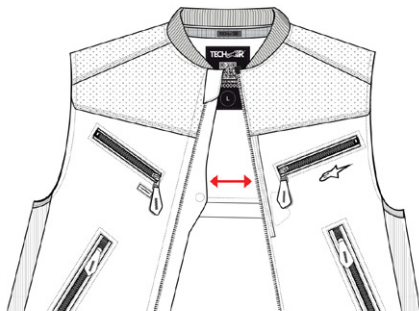

图 10
打开激活拉链 (1) 关闭系统。大约 1 秒钟后系统将关闭。检查 LED 显示屏 (2) 是否关闭，确认系统已关闭。LED 显示屏 (2) 的长时间振动（约 3 秒）将确认系统不再激活。如图 10 所示，保持激活拉链 (1) 打开，以关闭系统。在储存、运输或发货时，请始终保持系统处于此状态（参见第 14 节“清洁、储存和运输”）。